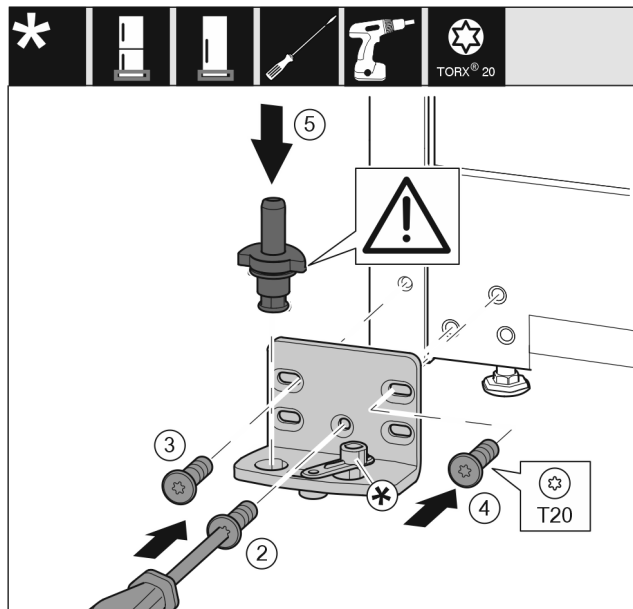

Fig. 16
- ▶ Pange laagripukk teisel küljel kohale ja kruvige kruvikeerajaga T20 abil külge. Alustage kruviga 2 alt keskelt. Fig. 16 (2)
- ▶ Keerake kruvi 3 ja 4 kinni. Fig. 16 (3,4)
- ▶ Pange laagripolt täielikult sisse. Pöörake seejuures tähelepanu sellele, et fiksaatornukk on tahapoole suunatud. Fig. 16 (5)